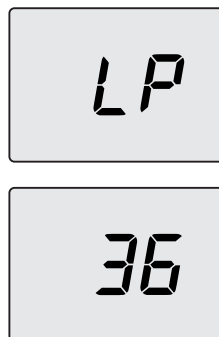

Figura 7.5
- Utilizzare i tasti 10 o 11 per cambiare questo valore in **01** (spazzacamino attivo in minimo sanitario) e premere il tasto 12 per confermare. Sul display appare **LP** alternato alla temperatura minima sanitaria (Figura 7.5).